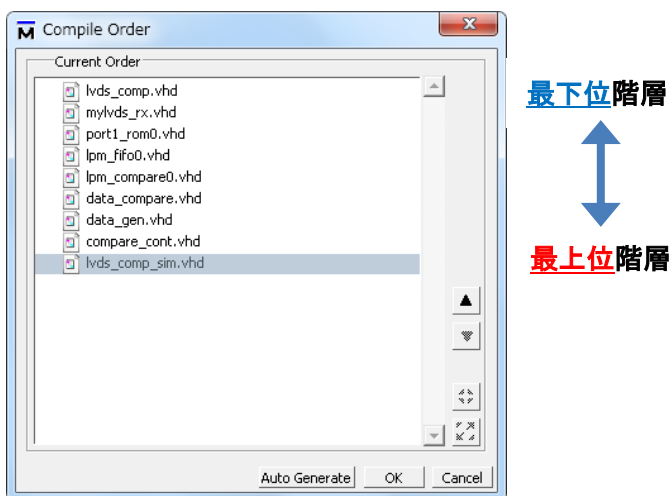

図 3-3-1 VHDL ファイルの並べ替え
- ① Compile メニュー > Compile Order を選択します。
- ② Compile Order ウィンドウにおいて、ファイルの順番を ▲ または ▼ ボタンで並び替えます。最上位階層はテストベンチになります。同階層に位置するファイルに関しては順不同です。(図 3-3-1)